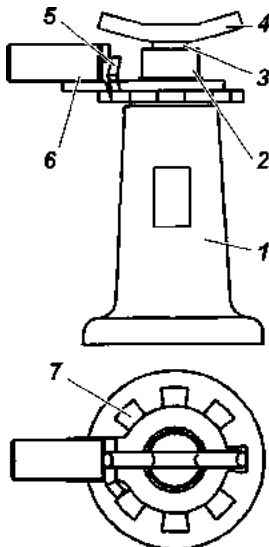

Рис. 10.1. Домкрат:
**Домкрат** (рис. 10.1) предназначен для вывешивания колес автомобиля при его техническом обслуживании или ремонте. Грузоподъемность домкрата 2 т. Наибольшая высота подъема домкрата - 410 мм.